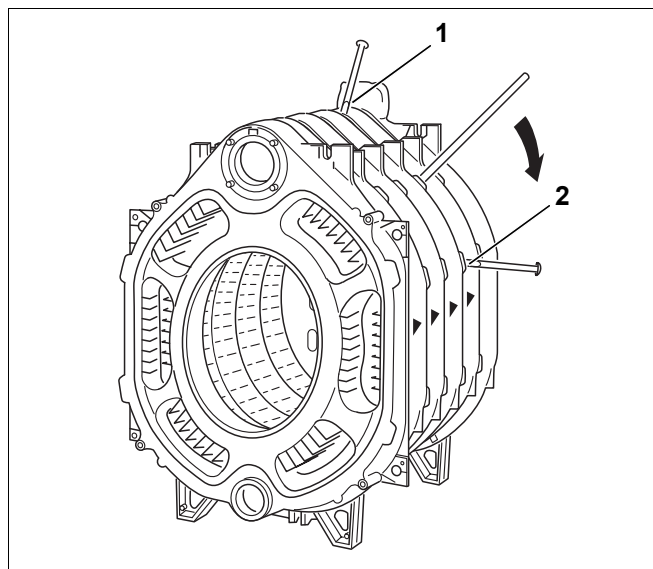

Bild 22 Trennen des Kesselblockes
- Durch Eintreiben (Einschlagen) von Flachkeilen oder Meißeln an den vorgesehenen Stellen (Bild 22, **Pos. 1 u. 2**), oben und unten zwischen den Gliedern, den Kessel an der undichten Stelle trennen.